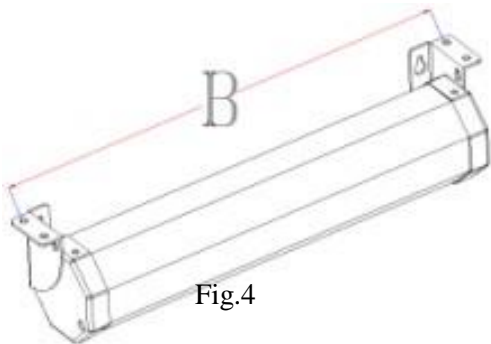

Fig.4
1. Medir la distancia B (que se muestra en la Fig. 4) entre los orificios de la parte superior de las dos tapas con una cinta métrica. Marcar y luego perforar los cuatro orificios de los tornillos en el techo.